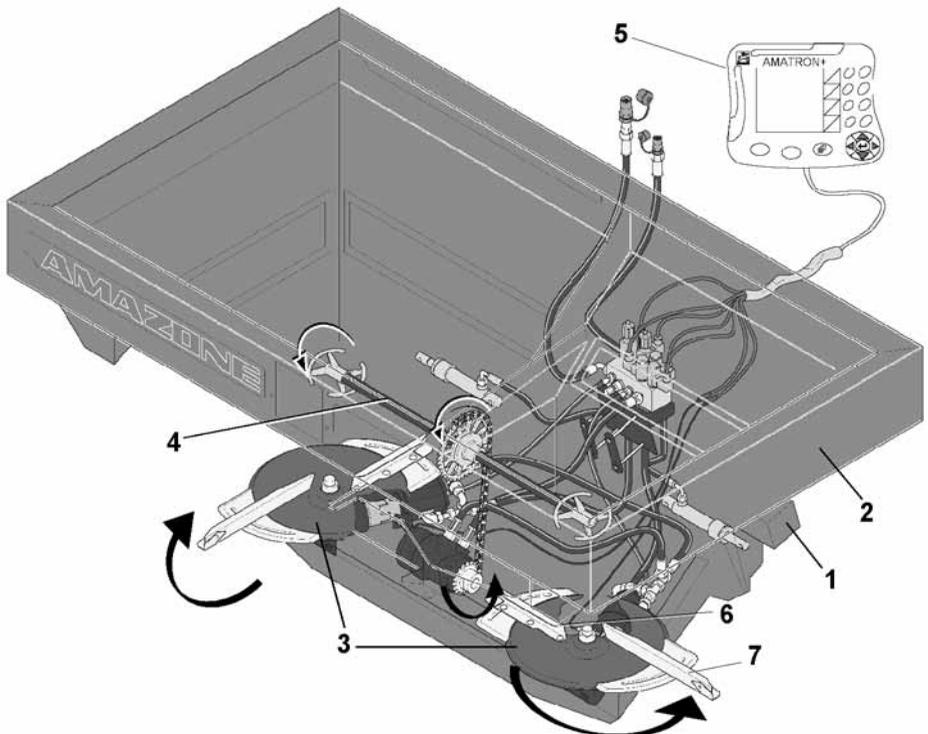

Fig. 2
- Châssis (Fig. 2/1)
- Trémie (Fig. 2/2)
- Disques d'épandage Vario disc (Fig. 2/3),
- Entraînement hydraulique des disques d'épandage (Fig. 2/3) et de l'organe agitateur (Fig. 2/4)
- Le boîtier de commande **AMATRON+** (Fig. 2/5)
L'épandeur centrifuge **AMAZONE ZA-M Hydro** avec ses deux cônes de trémie est équipé des disques d'épandage amovibles (Fig. 2/3) Ces disques sont entraînés dans le sens contraire au sens d'avancement avec une rotation opposée de l'intérieur vers l'extérieur et équipés d'une aube courte (Fig. 2/6) et d'une aube longue (Fig. 2/7).